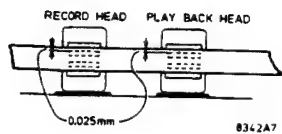

Fig. 13
- c. Einstellen der Kopfhöhe (Abb. 13)